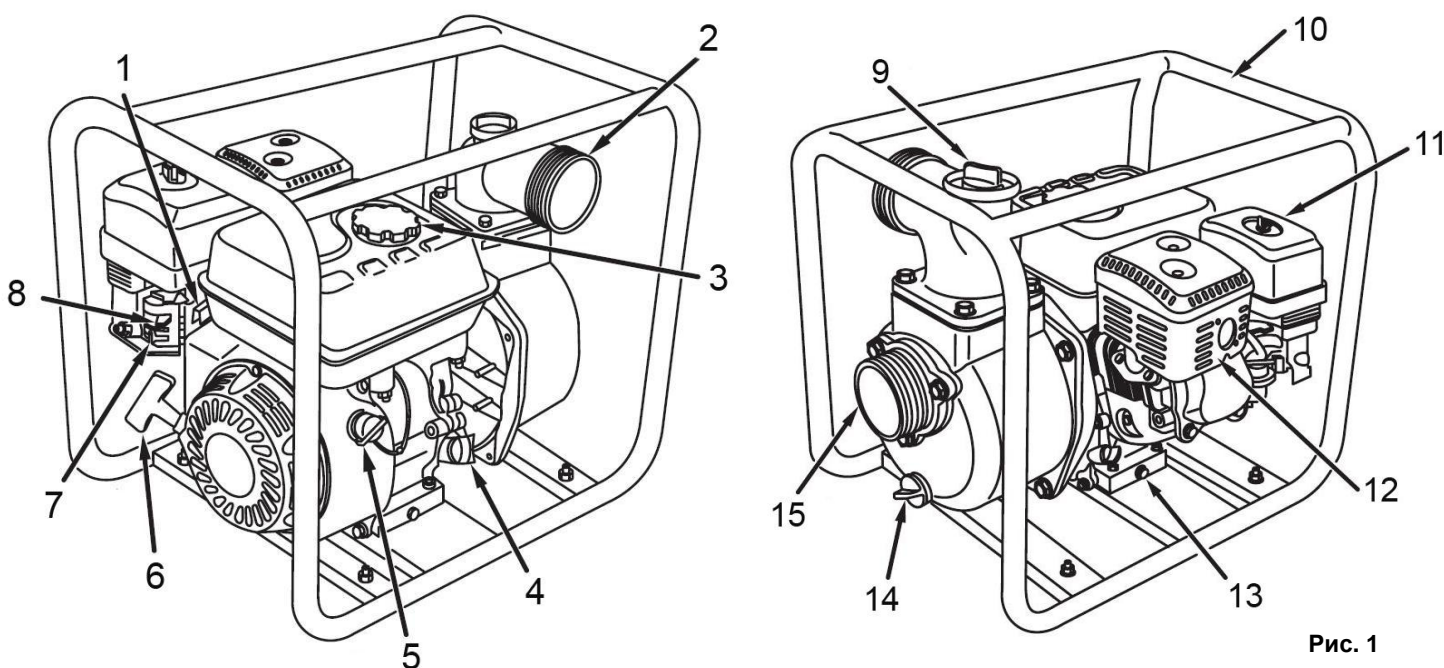

Рис. 1
- Установите на впускной патрубок насоса (15)(См. Рис.1; 3) соединительный патрубок, убедившись, что уплотнительная шайба находится на месте.
- Установите на выпускной патрубок (2)(См. Рис.1) насоса соединительный патрубок, убедитесь, что уплотнительная шайба находится на месте.
- Отверните пробку заливной горловины насоса (9)(См. Рис.1; 4).
- Отверните масляную пробку (4)(См. Рис.1), достаньте щуп.
- Если уровень масла меньше нижней линии (L) на щупе, долейте масло до верхней линии (H).
- Поверните топливный кран (7)(См. Рис.1; 6) в положение «Открыто».
- Установите рычаг управления воздушной заслонкой карбюратора (8)(См. Рис.1; 5) в полностью закрытое положение. Это ограничит подачу воздуха, и создаст более бензинообогащенную топливную смесь, что облегчит запуск холодного двигателя.
- Поставьте рычаг привода дроссельной заслонки (1)(См. Рис.1) на 1/3 хода в сторону положения «МАКС».
- Поставьте выключатель зажигания (5)(См. Рис.1; 7) в положение «ВКЛ».